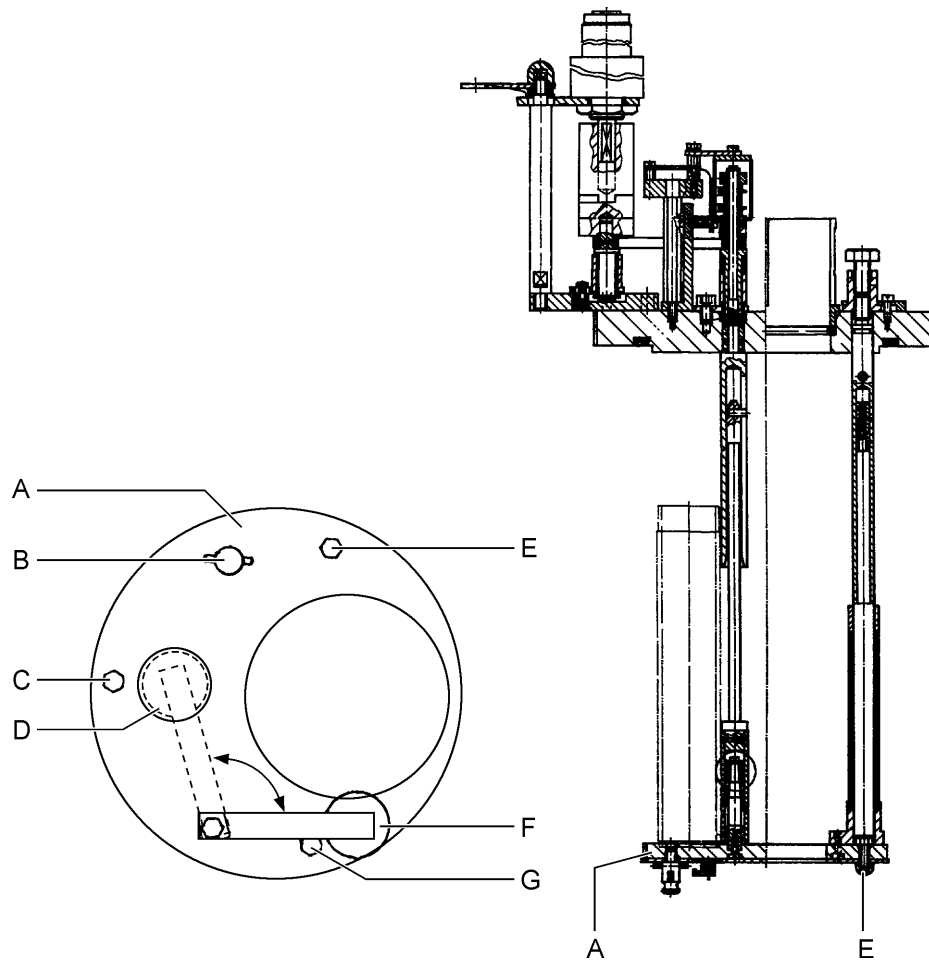

Abb. 4-7
Alle nachfolgenden Beschreibungen beziehen sich auf Abb. 4-7, 74. So bauen Sie die Grundplatte aus:
- 4** Montieren Sie die Hutmutter (Pos. C in Abb. 4-7, 74).
- 7** Montieren Sie die Hutmuttern (Pos. J) und (Pos. E in Abb. 4-7, 74).